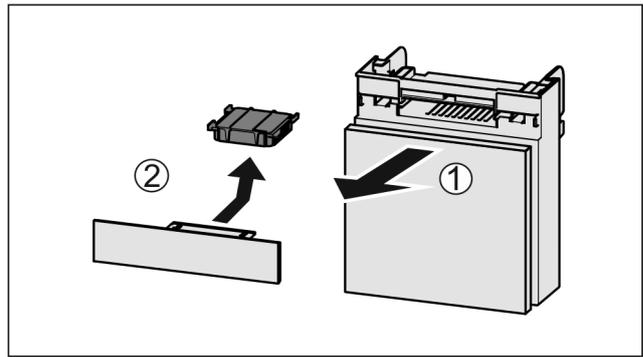

Fig. 76
- ▶ Lade vanaf de voorkant eruit trekken Fig. 76 (1).
- ▶ Actiefkoolfilter verwijderen Fig. 76 (2).